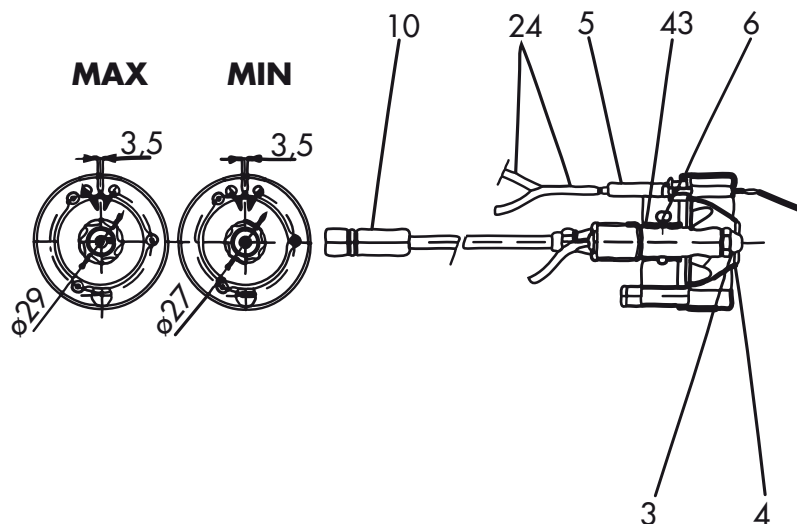

Fig. 12
Si ricorda di utilizzare l'ugello diffusore aria (4) con foro Ø 27 mm (fig. 12) per portare sino a 3,3 kg/h di gasolio.
Per portate superiori sino a 4,2 kg/h di gasolio utilizzare invece l'ugello diffusore aria con foro Ø 29 mm (fig. 12).
Effettuare la pulizia possibilmente senza variare la loro posizione rispetto al disco deflettore; nel caso ciò accadesse rispettare in fase di montaggio le dimensioni indicate in fig. 12.